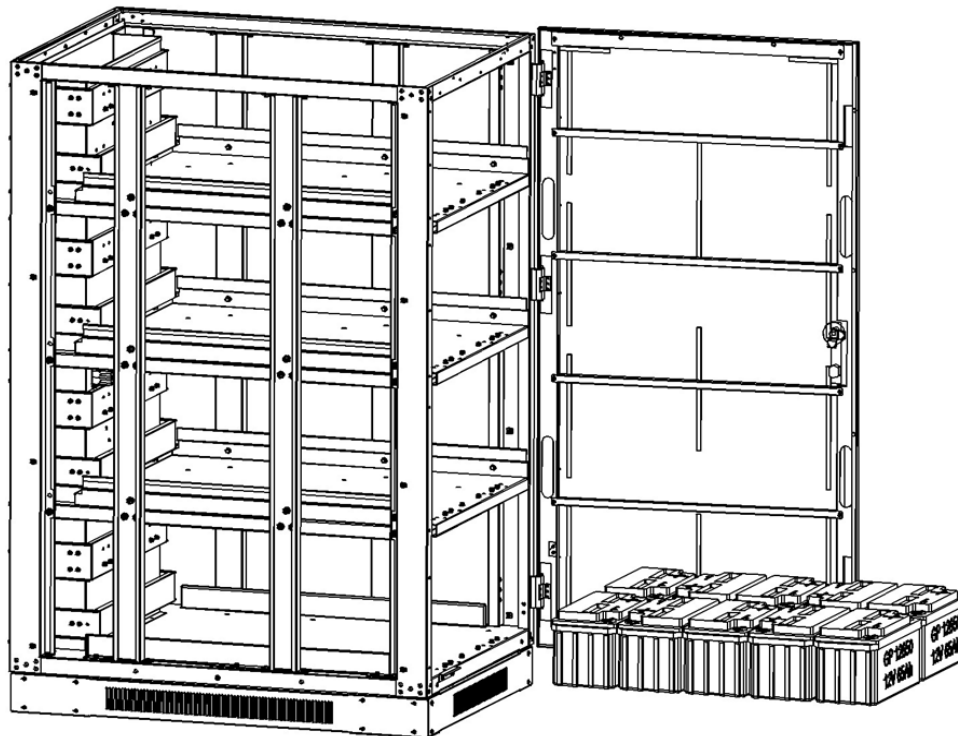
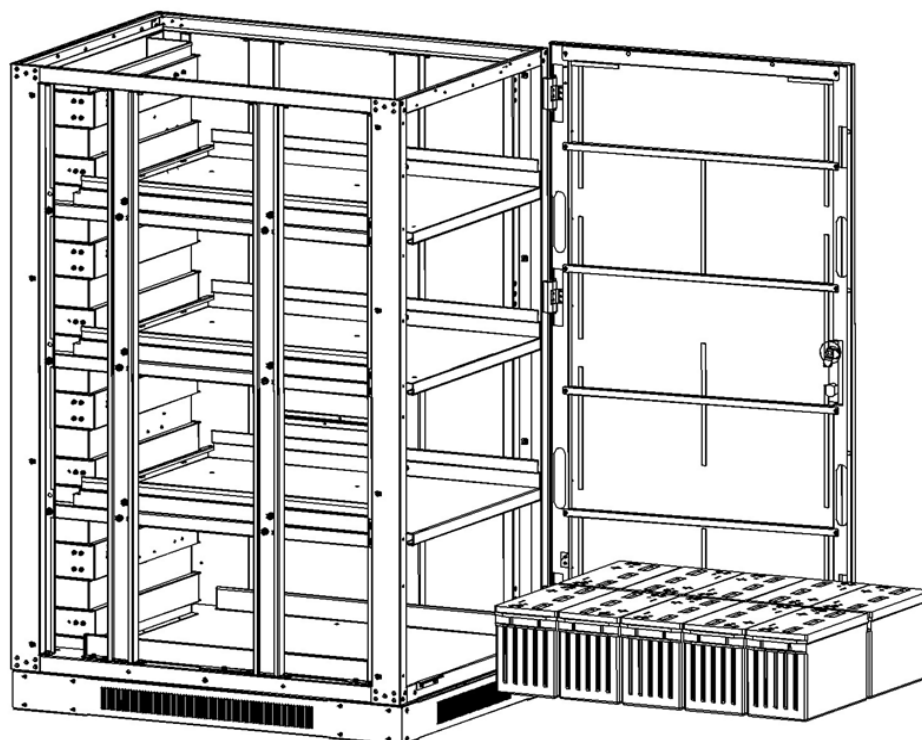

Figure 5-31 : modèle BP240V65L-NIB
Figure 5-32 : modèle BP240V100L-NIB
4. Installer 10 modules de batteries dans la couche 1 (Figure 5-31 : modèle BP240V65L-NIB ou Figure 5-32 : modèle BP240V100L-NIB).